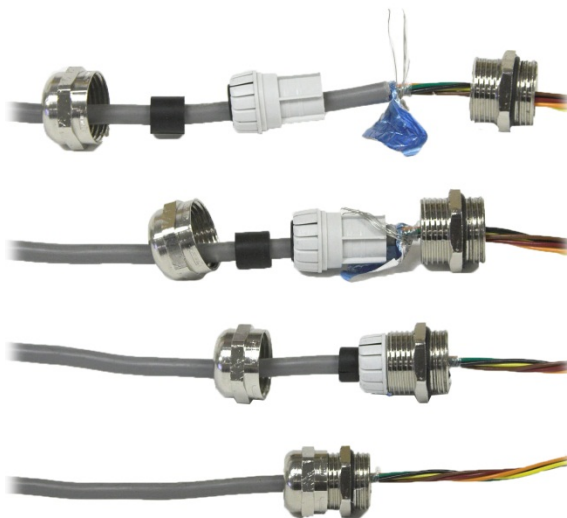

Figura 2-21: Aterramento para Blindagem de Cabo
5. A blindagem do cabo deve ser aterrada para o gabinete IND570 distribuindo os fios blindados como mostrado na Figura 2-21 e, em seguida, inserida de volta no componente plástico do prensa-cabo antes de ser pressionada no corpo rosqueado.